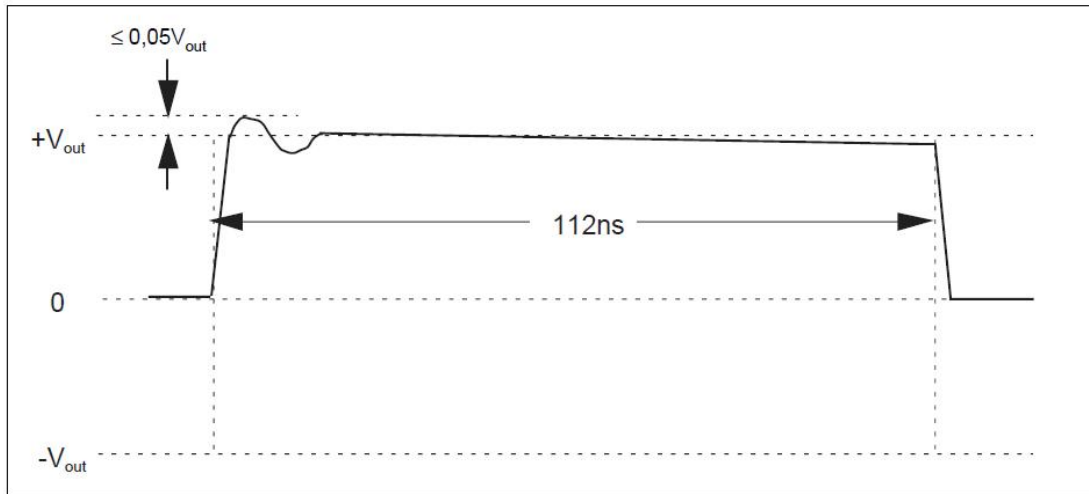

图 3.2 正向过冲
- 正向过冲：差分输出正电平前半部分的最大值与 V_{out} 的差值再除以 V_{out} ，得到的百分比，即为正向过冲。而 V_{out} 值至少是 112ns（14 个数据位）稳定状态下正/负电压信号的直方图投影极大值。如图 3.2 所示：